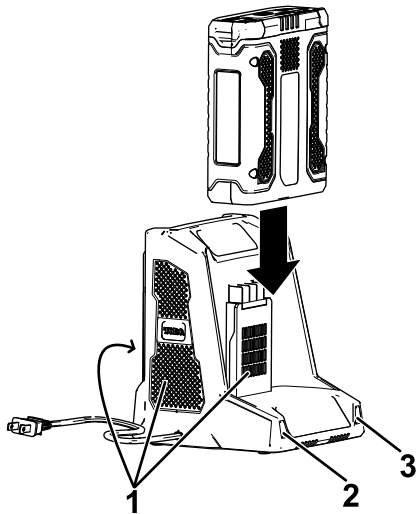

Figura 8
5. Introduzca la batería en el cargador hasta que esté completamente asentada (Figura 8).